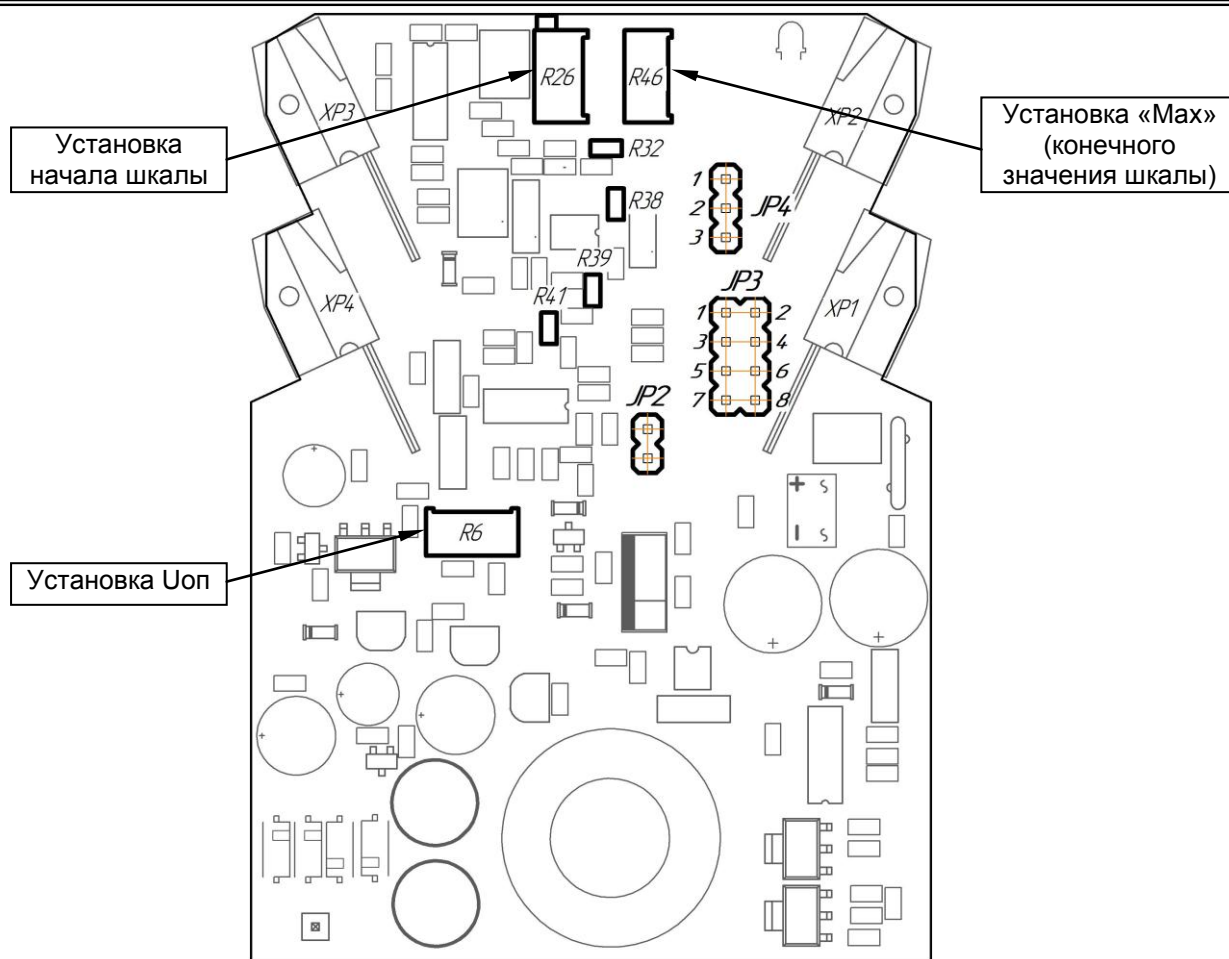

Рисунок 3.2 – Схема расположения органов регулирования и элементов перестройки БПТ-3
3.2.4 Для перенастройки БПТ-3 на другие входные/выходные сигналы используйте рисунок 3.2 и таблицы 3.1-3.3.